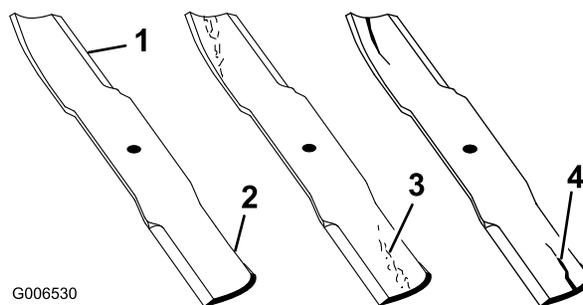

Figure 49
1. Examinez le tranchant des lames (Figure 49).
2. Inspectez les lames, surtout la partie relevée (Figure 49).
Remarque: Remplacez immédiatement toute lame endommagée, usée ou qui présente une entaille (repère 3 de la Figure 49).